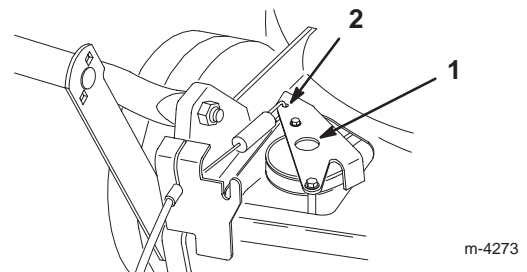

Bild 26
4. Drücken Sie das Antriebsteil nach unten, bis es den Rasenmäher berührt, halten Sie es dann fest (Bild 26).